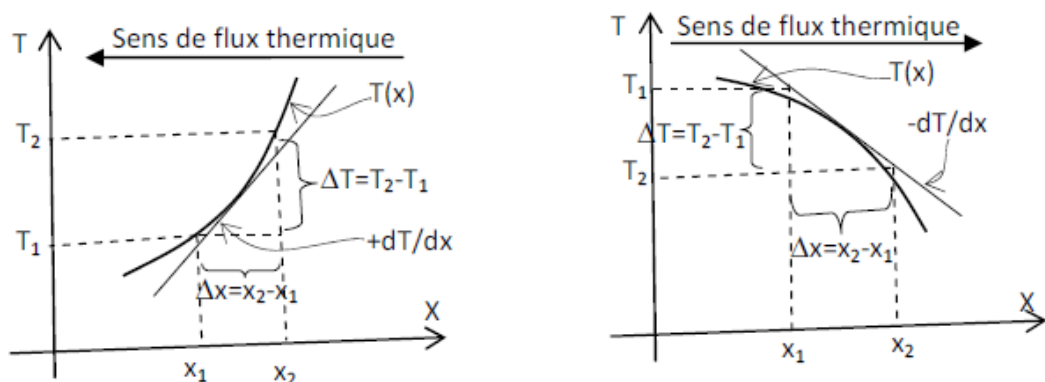

Figure 1 : Interprétation mathématique de la densité de flux thermique
– On remarque de la figure (Fig.1) que: $\frac{\Delta T}{\Delta x} = \frac{T_2 - T_1}{x_2 - x_1} = -\frac{dT}{dx}$; $T_1 > T_2$ pour que le flux soit positif, l'équation (4) s'écrit avec un signe négatif : $q = -k \cdot s \cdot \frac{dT}{dx}$